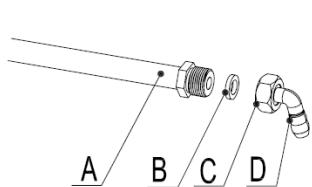

Рисунок 5
- D: Переходник для шланга (см. Рисунок 5*)